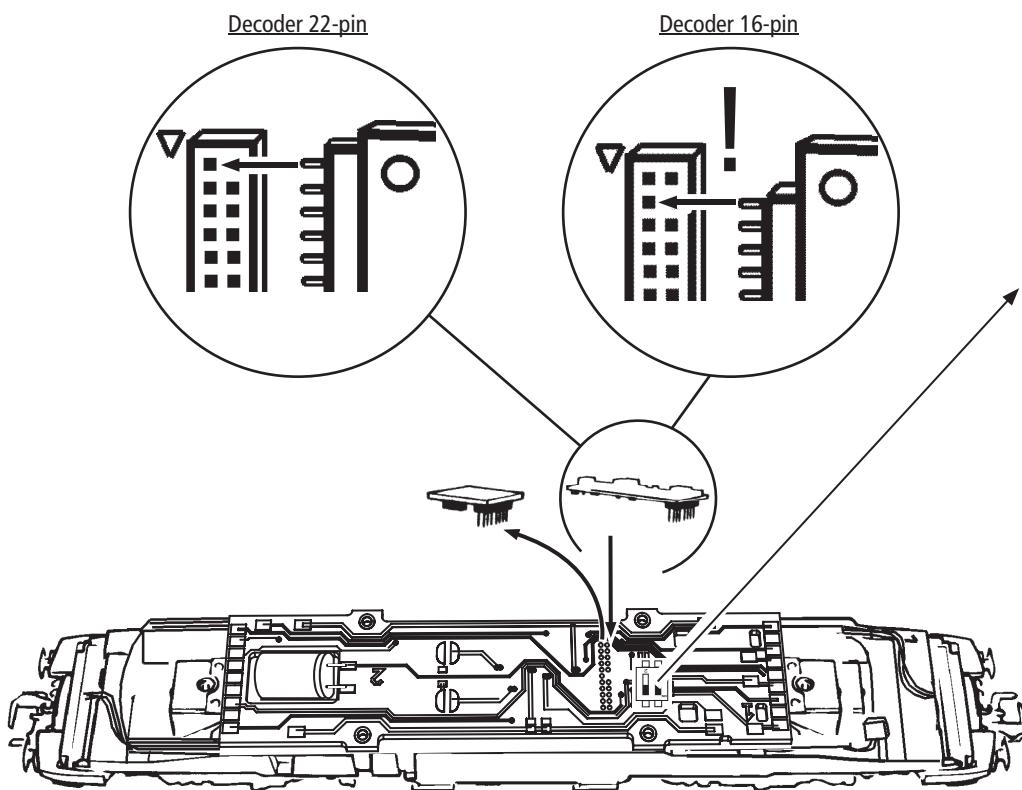

Fig. 7
2. Schmierung: Versehen Sie die im Schmierplan in Fig. 7 gekennzeichneten Stellen mit nur **kleinen Öltropfen**. Dazu zuerst das Lokgehäuse abnehmen (Fig. 4). Wir empfehlen den ROCO **Öler Art.-Nr. 10906**. Fürs Schmieren der Getriebeteile (Zahnräder, Schnecke) empfehlen wir das **ROCO-Spezialfett Art.-Nr. 10905**. Im Falle der Schmierung diese Teile **nicht ölen**.
2. Lubrication: Apply **tiny oil drops** to spots marked in fig. 7. Prior to lubrication dismantle locomotive (fig. 4). We recommend using item no. **10906, Roco oiler**. For lubrication the gearparts (e.g. cogwheels, worm) we would recommend our Roco **special grease** (item no. **10905**).
2. Graissage: N'appliquez **qu'une tout petite goutte** aux endroits indiqués par le plan de graissage (fig. 7) après avoir démonté la caisse de la locomotive (fig. 4). Nous vous recommandons le **graisseur à huile Roco réf. 10906**. Pour graisser les engrenages (roues dentées, vis sans fin) nous vous conseillons la **graisse spéciale Roco réf. 10905** pour engrenages en matières synthétiques. Lorsque vous utilisez cette graisse il faut éviter d'huiler ces composants.